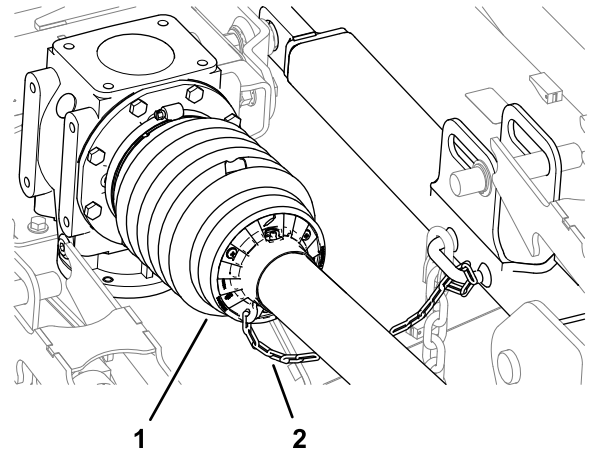

**Figura 14**
6. Verifique se a corrente de retenção está ligada ao resguardo do eixo da tomada de força traseiro, aos resguardos do eixo de transmissão e à estrutura do cortador (Figura 14 e Figura 15).